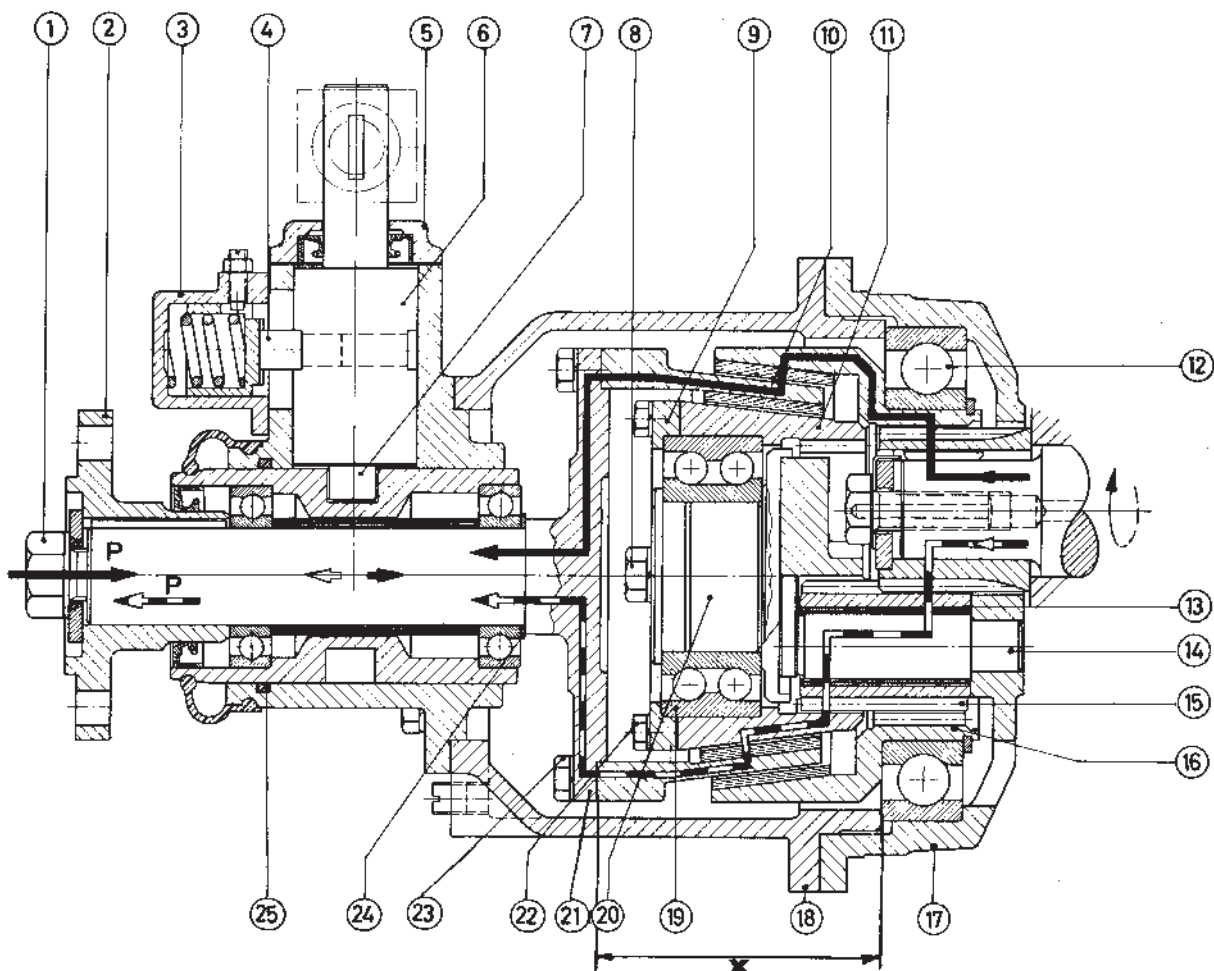

Fig. 70. Reduktionsbackslag
1. Lossa skruv (1 enl. fig. 70) och drag av kopplingsflänsen (2).
2. Lossa spärrhuset (3) och drag ut spärrtappen (4).
3. Lossa lock (5) samt drag ut manöveraxeln (6) och tapp (7). Observera läget på tappen som har märkta sidor. Se vidare under Montering.
4. Lossa skruvarna, som håller backslagskåpan (18) fäst till hus (17). Medelst lätta klubbslag på kåpan skiljes denna från huset.
5. Lossa skruvarna (23) och tag bort axeln.
6. Lossa skruvarna (8). Anbringa en av skruvarna i centrumhålet på lagerstödet (20), och drag loss kugghjulet (11) genom att gänga in skruven. Om kullagret (19) skall demonteras ur kugghjulet, lossas skruvarna (22) och ringen (9) varpå kullagret pressas ut.
7. Lyft ur konan (10).
8. Tag ut kugghjulet (16) och lager (12) ur huset. Demonteringen underlättas genom att man medelst en dorn, som sätts i de två hålen som finns på huset, knackar på lagrets bana och därmed slår ut lagret ur huset.
9. Driv ut axeln (14) med kugghjul (15) och lager.